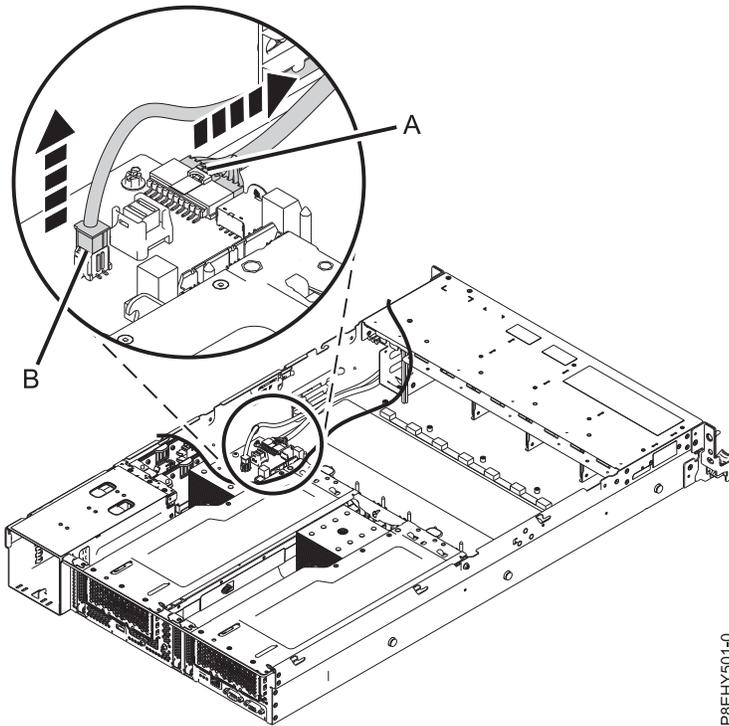

図 19. システム・バックプレーンとディスク・ドライブおよびファン・カードからの前面 USB ケーブルおよび電源スイッチ・ケーブルの取り外し
5. コネクタのラッチ・リリースを押して、前面 USB ケーブル (A) を切り離します。図 19を参照してください。
6. コネクタのラッチ・リリースを押して、システム・バックプレーンから電源スイッチ・ケーブル (B) を切り離します。図 19を参照してください。